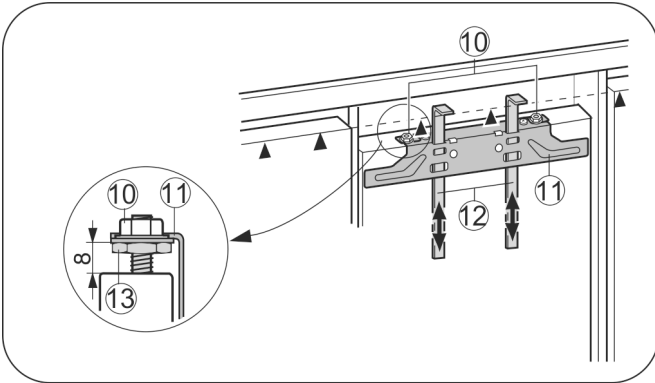

Fig. 17
- Työnnä asennusavut Fig. 17 (12) ylös kalusteoven korkeuteen. Asennusavun alempi rajoitinreuna ▲ = asennettavan kalusteoven yläreuna.
- Ruuvaa kiinnityspoikkipuu Fig. 17 (11) irti vastamuttereiden Fig. 17 (10) avulla.